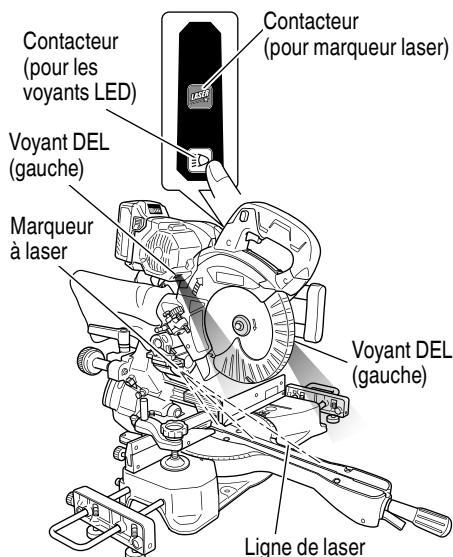

Fig. 27
### (2) Allumage du guide laser/de la DEL d'éclairage (Fig. 27)